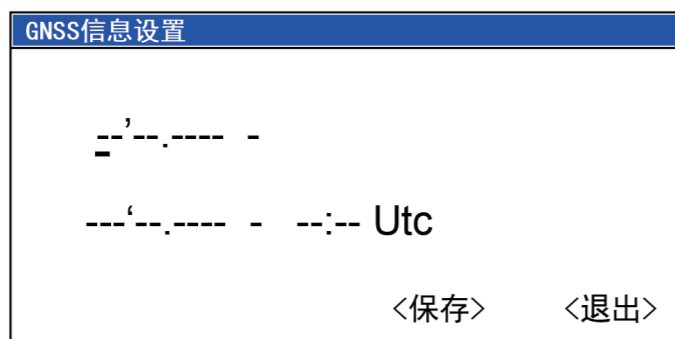

图6.6.2
- a:在数字选呼设置菜单中选择<位置设置>项，按 [确认] 键打开位置设置对话框，如图6.6.2。